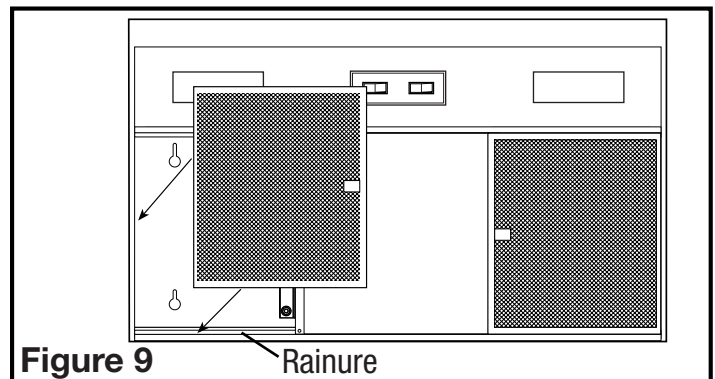

Figure 9
3. Réinstallez les filtres en les glissant dans les rainures, de chaque côté de la hotte, et en les poussant vers le haut jusqu'à ce qu'ils soient bien en place (Figure 9).